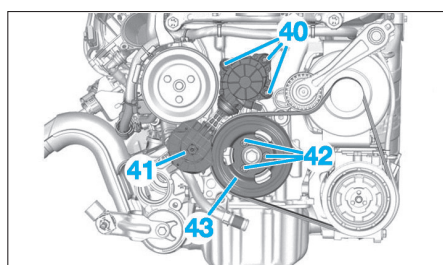
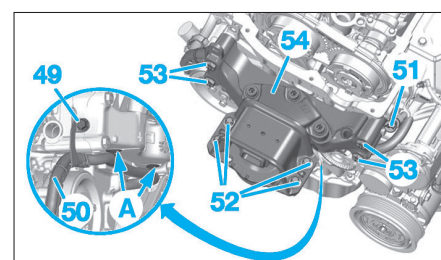
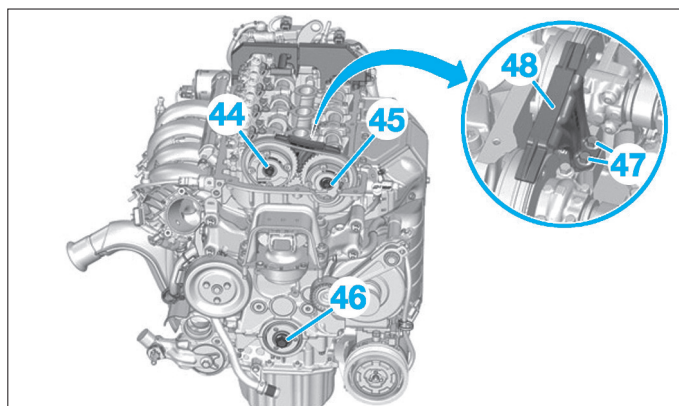

FIG. 15
FIG. 17
FIG. 16
- les fixations (40) de la roue de friction (Fig.15),
- la roue de friction (41),
- les vis de fixation (42) de la poulie d'entraînement des accessoires,
- la poulie d'entraînement des accessoires (43).
- les vis de fixation (44) et (45) des poulies d'arbres à cames (Fig.16),
- la vis de fixation (46) du pignon de vilebrequin.
- les 2 vis de fixation (47) du patin antibatteement (48),
- le patin antibatteement (48),
- la vis (49) (Fig.17).
- Dégrafer le faisceau en (A) et écarter le faisceau (50)
- la jauge à huile (51),
- les vis (52) et (53),
- l'ensemble support moteur (54),
- le patin antibasculement (48) (Fig.16),